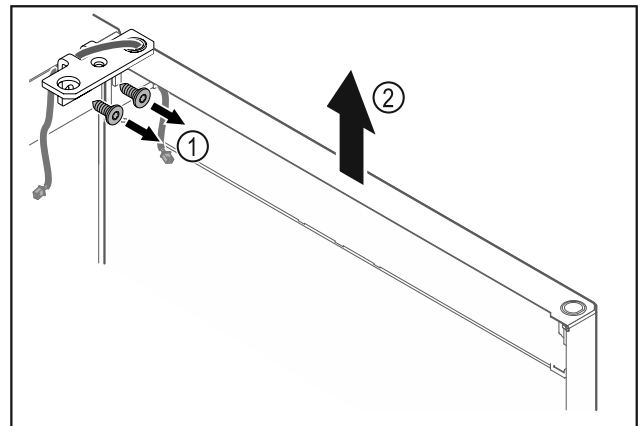

Fig. 16
- Odskrutkujte uholník závesu Fig. 16 (1).
- Zdvihnite dvere vrátane uholníka závesu Fig. 16 (2) cca 200 mm nahor a odoberte ich.